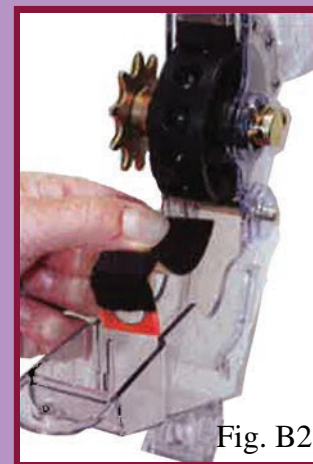

Fig. B2
6. Pour les semences qui pourraient être trop grosses pour les rouleaux à semences, comme les grosses semences de maïs, de pois ou de haricots, retirer la plaque-guide des semences (Fig. B2). Lors de l'utilisation des sabots de répartition, retirer la plaque-guide des semences afin de permettre aux semences de chuter plus librement et également de permettre à plusieurs semences de chuter.